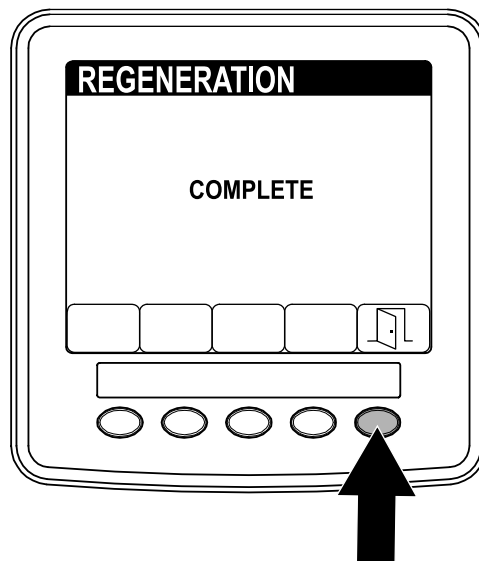

Figura 54
5. Quando a regeneração estiver concluída, surge o ecrã de CONCLUÍDO no InfoCenter. Prima o botão 5 para voltar ao menu de MANUTENÇÃO (Figura 54).